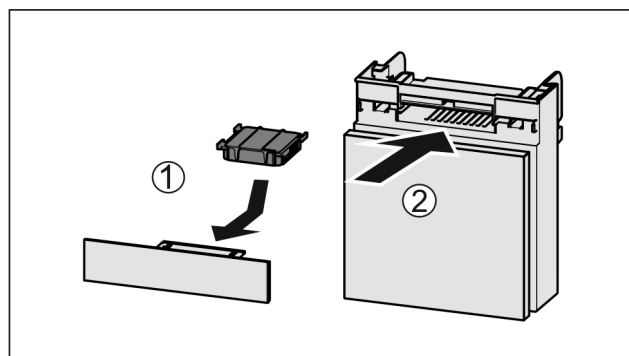

Fig. 99
- ▶ Sätt in Fig. 99 (1) aktivtkolfiltret enligt bilden.
- ▶ Skjut in Fig. 99 (2) lådan.